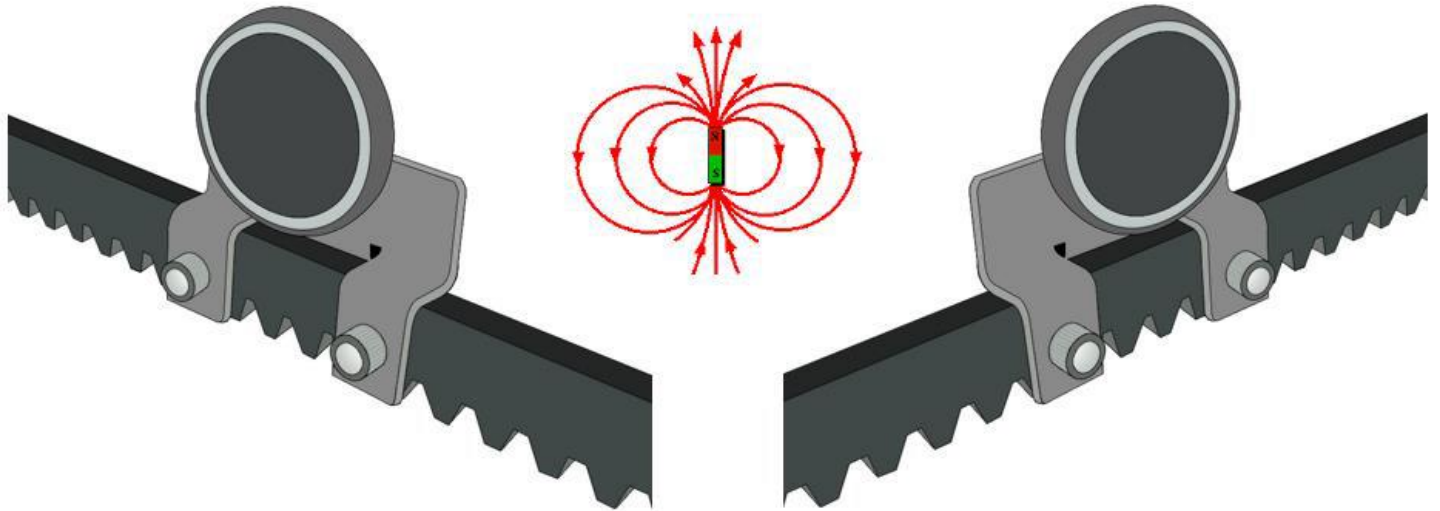

Рис.6
- Зафиксируйте основание магнита (N) таким образом, что его положение совпадало с осевой шестерней или датчиком к.в. , дистанция между датчиком к.в. и магнитом должна быть не менее 2 см (рис.6).
- Аналогично установите магнит (S)